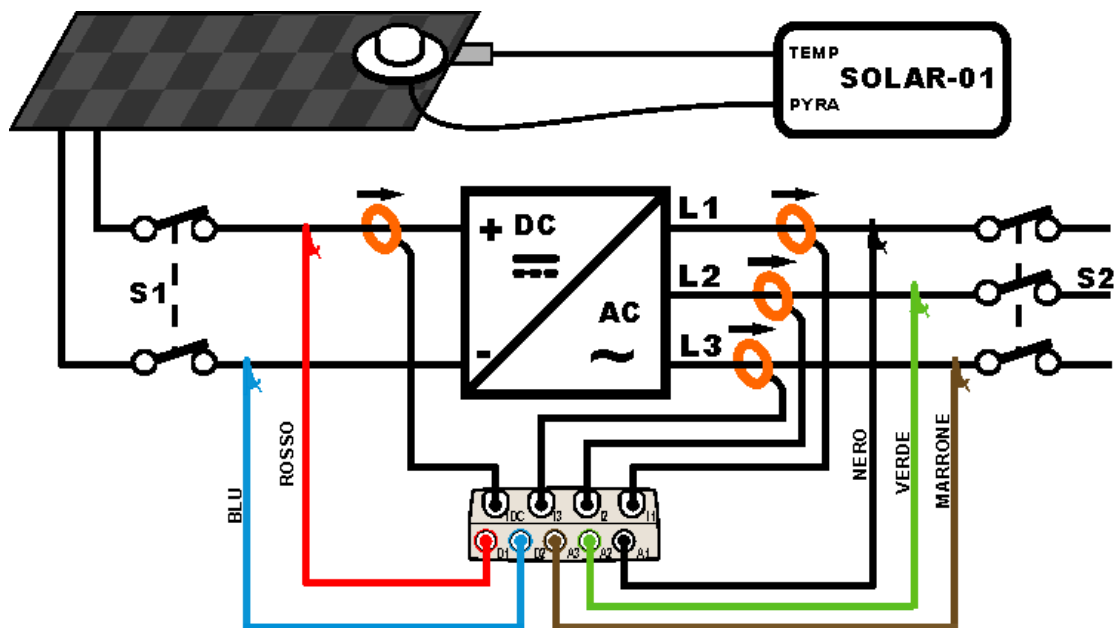

Fig. 168: Collegamento dello strumento in un sistema FV-3 con unità SOLAR-01
2. Collegare gli ingressi **D1** e **D2** rispettivamente ai poli positivo e negativo di uscita della stringa. Collegare gli ingressi **A1**, **A2**, **A3** ai conduttori di Fase rispettando i colori come mostrato in Fig. 168
3. Collegare la pinza di corrente DC sul conduttore positivo in uscita dalla stringa **rispettando il verso della freccia** presente sulla pinza stessa come indicato in Fig. 168. **Controllare lo stato delle batterie interne della pinza prima del collegamento**
4. Collegare le pinze AC sui conduttore di Fase L1, L2, L3 **rispettando il verso della freccia** presente sulle pinze stesse come indicato in Fig. 168. Collegare l'uscita delle pinze rispettivamente agli ingressi **I1**, **I2**, **I3** dello strumento